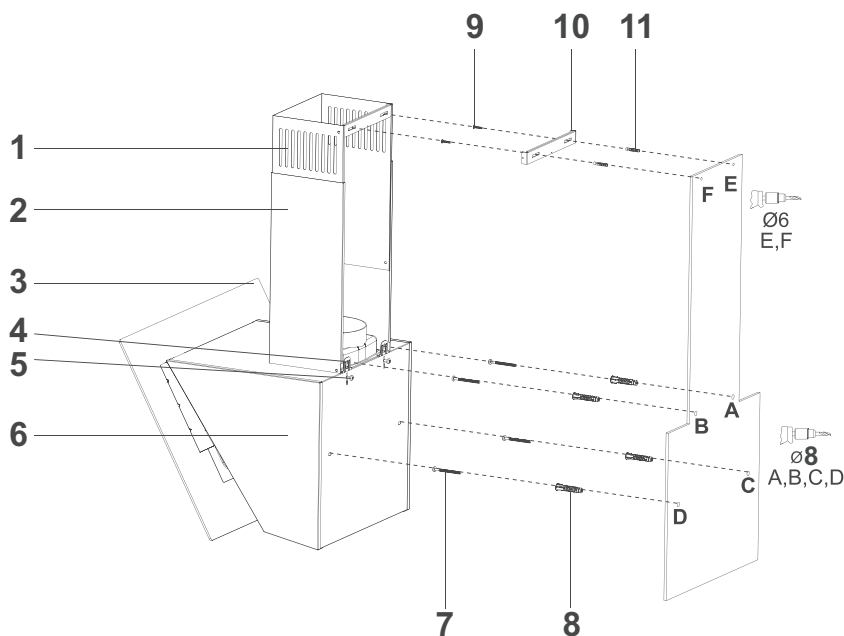

Fig 12
- Lironi vidën e fiksuar të pllakës së varur të pajisjes, tërheq pllakën e varur kah lart dhe përforconi pllakën varëse duke përforcuar vidën. (Fig.12).
- Montojeni pajisjen me ndihmën e skemës për montim (Fig. 12).
- Vendosni modelin e montimit në murë në lartësinë e specifikuar (Kushtoni kujdes, distancave minimale dhe maksimale nga pllaka e punës, në skemën e montimit).Bëreni shpuarjen e pikave A,B,C dhe D (fig 12).
- Vendosni timplat e murit Ø 8 mm në vrimat e shpuara, si A, B, C dhe D dhe ktheni vidat në pikat A + B, në atë mënyrë që të mbetet 5 mm hapësirë ndërmjet kokës së vidës dhe murit (Fig. 12)
- Aspiartori vendoset në mes, pastaj pllaka për lidhje të oxhakut fiksohet drejtpërdrejt në mur, nën kapak ose pikat E dhe F të cilat janë shenjue pas matjejes (Fig. 12)
- Shponi pikat E dhe F me burgi Ø6 mm, dhe futni çepat plastike Ø6 mm. Vendosni pllakën për lidhjen e oxhakut me vida 3.9x22 (fig. 12).